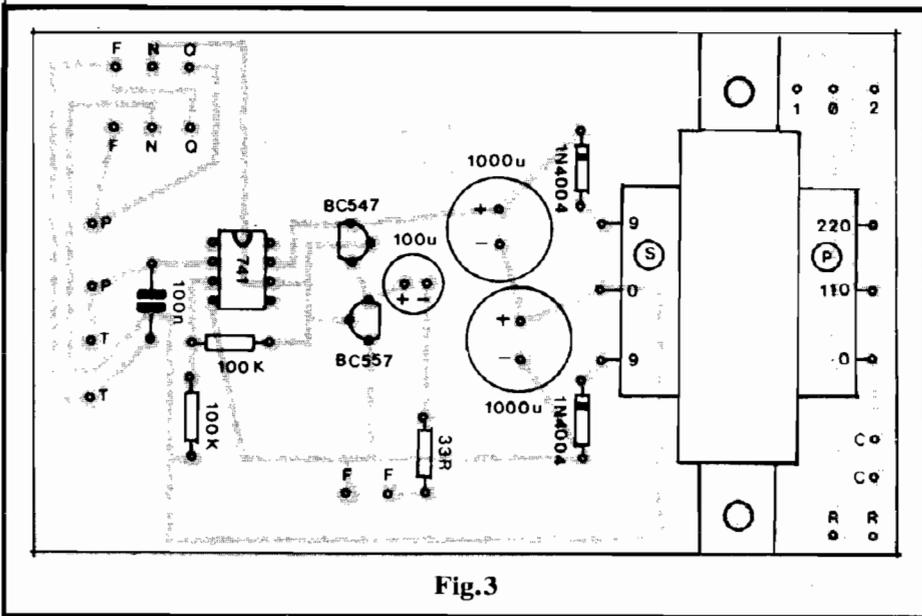

Fig.3
- FIG. 3 - "CHAPEADO" DA MONTAGEM - Fica "visualmente explicado" por que a placa deve ser tão "folgada"... A presença do transformador de força **sobre** o Impresso, obriga a uma certa "largueza", ao mesmo tempo em que beneficia eventuais manutenções, trocas de componentes, etc. Como se trata de uma montagem para profissionais, não vamos enfatizar aqui detalhes mais elementares, porém lembramos da necessidade de se manter atenção especial quanto aos componentes **polarizados** e suas posições (Integrado, transistores, diodos e capacitores eletrolíticos). A respeito